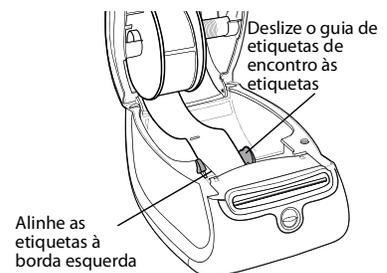

Figura 4
- As etiquetas devem ser colocadas com a borda esquerda junto à borda esquerda da abertura de alimentação de etiquetas. Consulte Figura 4.
- 7 Alinhe a borda esquerda da etiqueta à borda esquerda da abertura de alimentação de etiquetas e, em seguida, insira a etiqueta na ranhura. Consulte Figura 4.
**8** Deslize a guia da etiqueta para a esquerda até que ela fique alinhada à lateral direita da etiqueta. Consulte Figura 4.